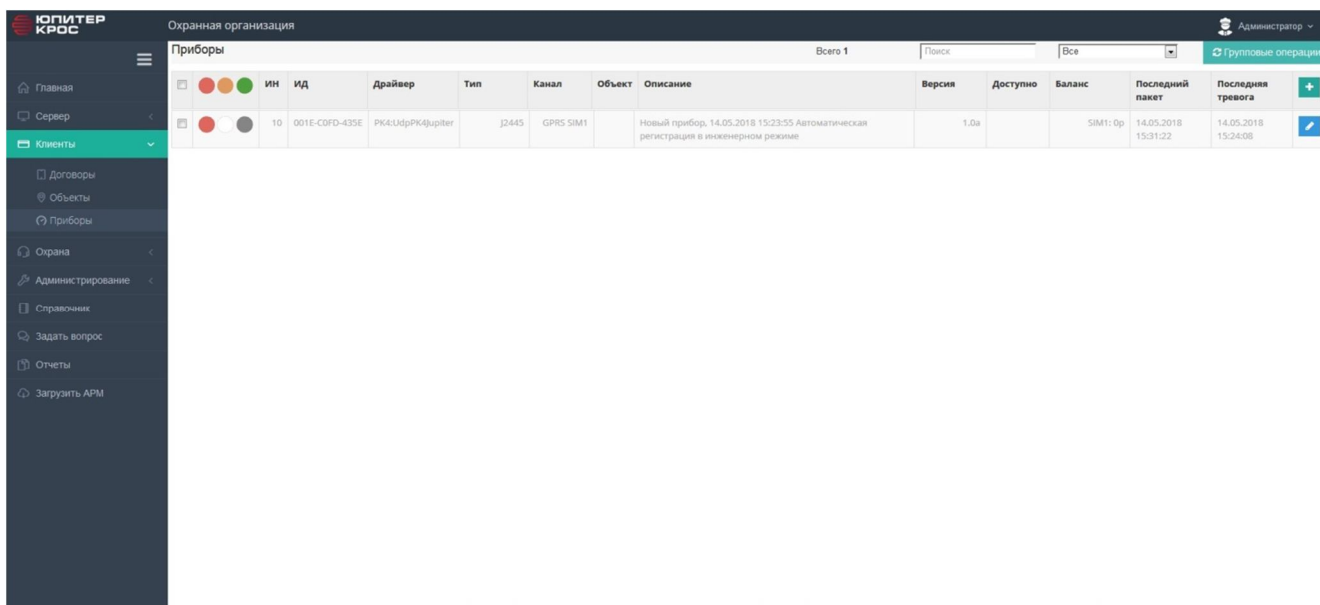

Рисунок 14. Подключение УОО к КРОС в инженерном режиме.
6.1 Включить питание УОО. После чтения файла конфигурации и сохранения настроек, должен прозвучать длинный звуковой сигнал. Проверка подключения УОО происходит в инженерном режиме (рисунок 14).